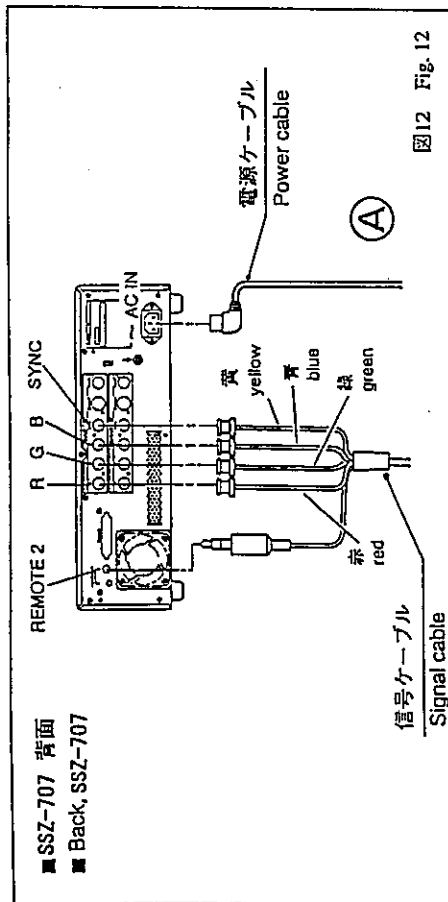

図12 Fig. 12
- (1) 信号ケーブル、電源ケーブルを、SSZ-707 背面にそれぞれ接続する。(図12 ㉔)
- (1) Plug signal and power cables, respectively, in SSZ-707 on the back. (㉔ in Fig. 12)